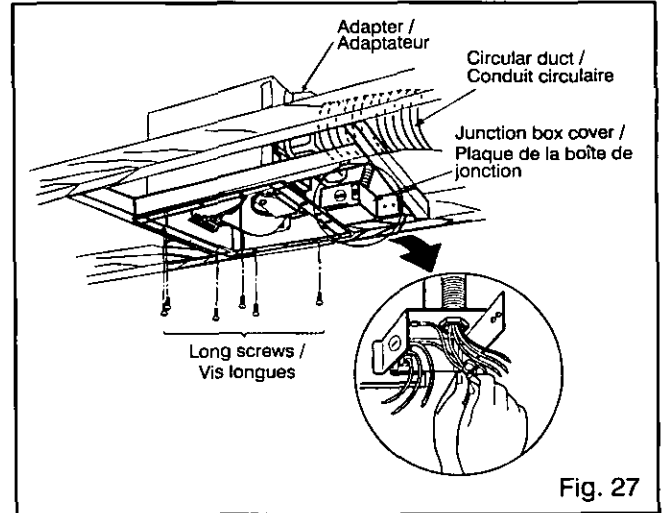

Fig. 27
- Install the ventilating fan and secure with screws. (Fig. 26, Fig. 27)
- Installez le ventilateur et vissez-le. (Fig. 26, Fig. 27)
Remove the junction box cover and secure conduit to junction box knockout hole. (7/8 inch) (Fig. 27)
Retirez la plaque de la boîte de jonction et fixez le conduit au trou de la débouchure de la boîte de jonction (trou de 7/8 po). (Fig. 27)